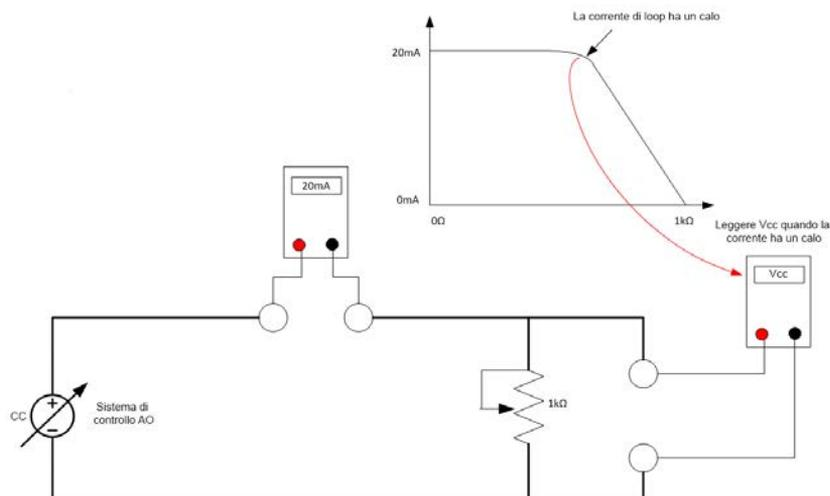

Figura 72 - Configurazione di un test della tensione di conformità
1. Configurare una configurazione di prova come nella Figura 72.